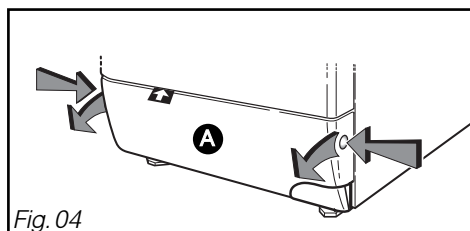

Fig. 04
- Ouvrez en appuyant simultanément sur les bossages se trouvant de part et d'autre de la **plinthe** **A** tout en tirant cette dernière vers vous (Fig. 04).
- Enlevez la plinthe (cf Fig. 04, pages précédentes).